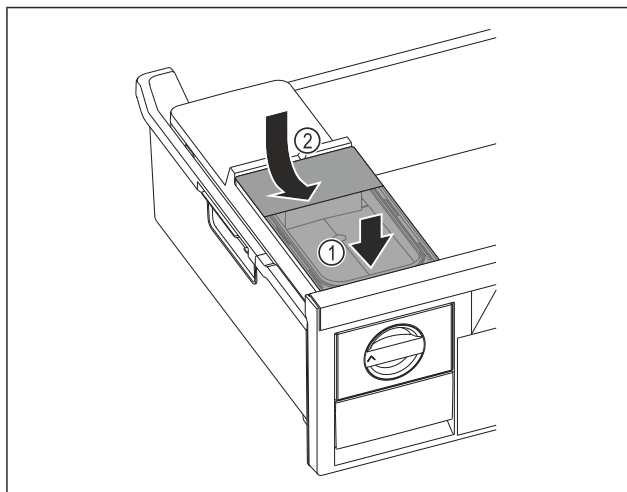

Fig. 43
- ▶ Sett fast fronten på vannbeholderen. Fig. 43 (1)
- ▶ Senk vannbeholderens bakdel. Fig. 43 (2)